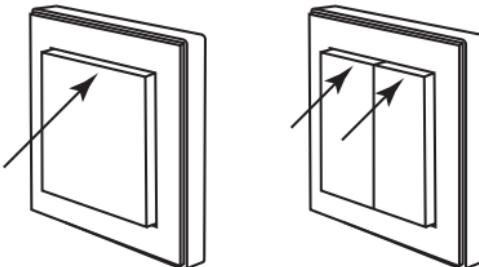

Рисунок 6. Подключение радиовыключателей PB1, PB2 к приемнику M1
- Для подключения радиовыключателя PB1 к приемнику необходимо нажать в этот промежуток времени на кнопку «включение» (верхняя часть клавиши радиовыключателя) (рисунок 6).
- Для подключения PB2 необходимо нажать на кнопку «включение» того канала, к которому необходимо подключить приемник (рисунок 6).